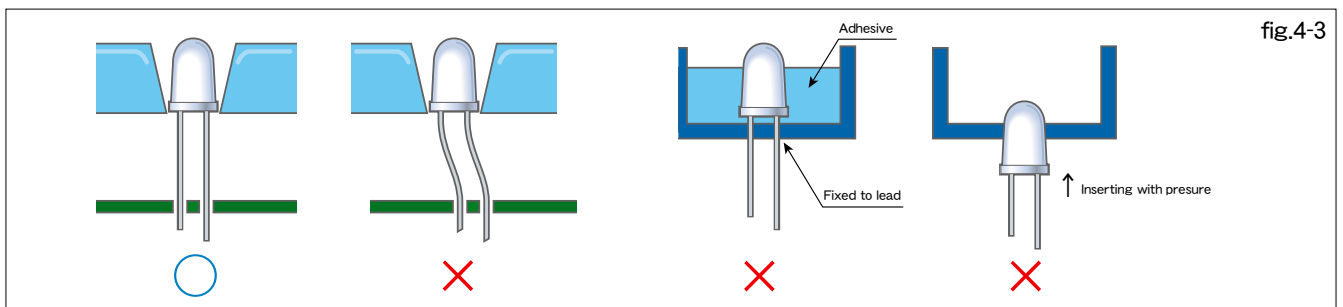

fig.4-3
- ③ケース等を用いての位置決めは、ケース・基板・LED寸法公差を考慮のうえリードに応力が加わらないように配慮してください。また、LEDをケース等に入れてご使用になる場合、LEDとケースの固定はリード部分で行い、LED樹脂部とケースを圧入や接着剤で固定する方法は避けてください。（図4-3）
- ③ To determine mount positions of LEDs using a casing, please take into account the dimensions of the casing, board, device to avoid excessive stress on the lead. Please fix the LED within the casing using the lead, and do not use adhesives, resin, or any other materials to fix the LED position. (fig.4-3)